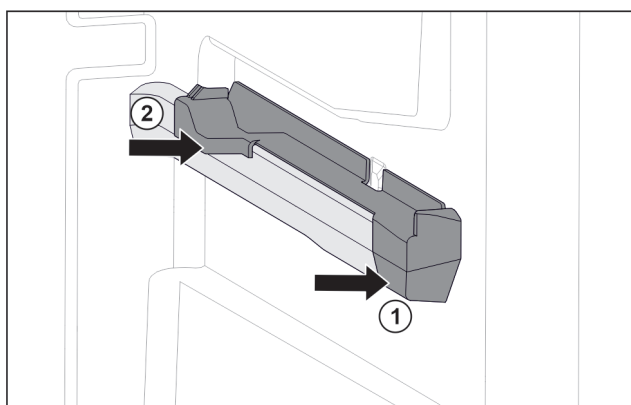

Fig. 34 Nasazovací díl na pravém žebrování na nádoby
- Nasadte nasazovací díl na žebrování na nádoby. Fig. 34 (1)
- Přitlačte nasazovací díl k zadní části. Fig. 34 (2)